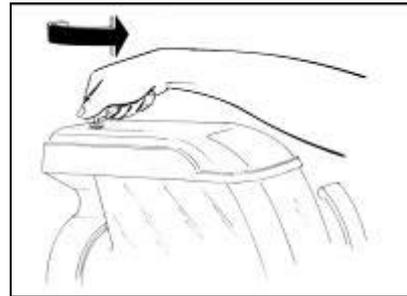

Fig. 1
Installer l'appareil sur une surface horizontale et solide de manière à ce que la carrosserie de l'appareil soit bien ventilée (au moins 20 cm d'espace libre, fig.1), installer l'appareil dans un environnement sec et éviter de l'installer près
- **A**près avoir retiré la fermeture de la clé spéciale (fig.1), retirer d'abord le couvercle de sécurité, puis le sous-couvercle comme indiqué sur la figure 2.